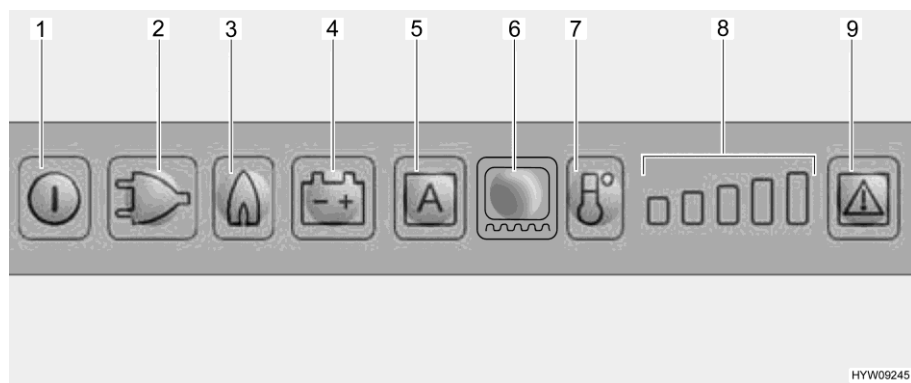

Bild 243 LED-Bedienfeld (Kühlschrank Dometic)
Beim Anwählen des Gasbetriebs wird die Zündsicherung automatisch geöffnet, so dass Gas zum Brenner strömen kann. Gleichzeitig wird der elektronische Zünder eingeschaltet. Erlischt die Gasflamme, z. B. durch einen Luftzug, wird der Zünder sofort aktiviert und zündet das Gas wieder an. Bei Störung im Gasbetrieb blinken die Leuchttasten Gas (Bild 243,3) und Störung (Bild 243,9), und es ertönt 20 Sekunden lang ein akustischer Alarm.
- Taste Ein/Aus (Bild 243,1) etwa 2 Sekunden lang drücken. Der Kühlschrank schaltet sich ein, die zuletzt gewählte Betriebsart wird angezeigt.
- Leuchttaste für die gewünschte Betriebsart (Bild 243,2 - 4) oder den Automatikmodus "AES" (Bild 243,5) (nur bei Ausführung AES) drücken.
**Kühltemperatur einstellen:** ■ Kühltemperatur mit der Taste Kühlstufe (Bild 243,7) einstellen. Die Kühlstufen-Anzeige (Bild 243,8) zeigt die gewählte Thermostat-Einstellung an.
**Ausschalten:** ■ Taste Ein/Aus (Bild 243,1) etwa 2 Sekunden lang drücken.
**Kühltemperatur-Regelung** Nach dem Einschalten wählt der Kühlschrank automatisch die mittlere Thermostat-Einstellung. Diese Einstellung kann manuell mit der Taste Kühlstufe (Bild 243,7) nachgeregelt werden. Es dauert einige Stunden, bis der Kühlschrank die normale Betriebstemperatur erreicht hat. Beim Umschalten auf eine andere Betriebsart wird die Thermostat-Einstellung beibehalten.
**Betriebsdauer einstellen:** ■ Rahmenheizung für eine Dauer von 2 Stunden einschalten: Leuchttaste Rahmenheizung (Bild 243,6) einmal drücken. Ein Balken der Kühlstufen-Anzeige (Bild 243,8) leuchtet.
■ Rahmenheizung für eine Dauer von 5 Stunden einschalten: Leuchttaste Rahmenheizung (Bild 243,6) zweimal drücken. Zwei Balken der Kühlstufen-Anzeige (Bild 243,8) leuchten.
■ Rahmenheizung auf Dauerbetrieb stellen: Leuchttaste Rahmenheizung (Bild 243,6) dreimal drücken. Drei Balken der Kühlstufen-Anzeige (Bild 243,8) leuchten.
Die Kühlstufen-Anzeige (Bild 243,8) zeigt einige Sekunden lang die Betriebsdauer der Rahmenheizung an.
Bei einer Störung blinkt die Leuchttaste Störung (Bild 243,9). Außerdem blinkt entweder eine der Leuchttasten Betriebsart oder die Kühlstufen-Anzeige. Zusätzlich ertönt ein akustisches Warnsignal. Hinweise zur Fehleranzeige und Fehlerbehebung siehe Kapitel 15.
- ▷ Nachdem eine Störung des Gasbetriebs behoben wurde, Leuchttaste Reset (Bild 243,9) drücken.